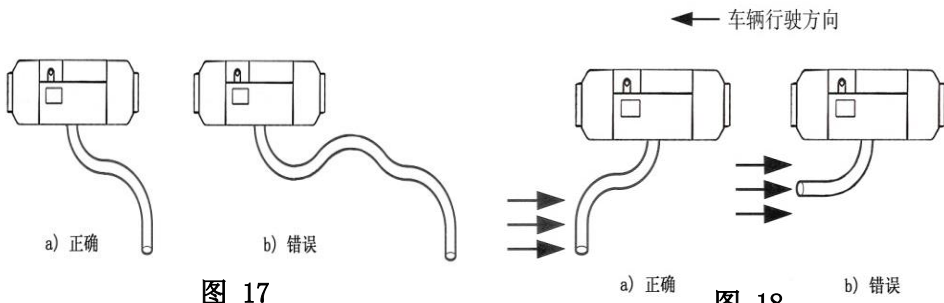

图 17
5.5.3 进气管和排气管，从加热器向车外，应采用向下的走向(图 17)，否则，应在管路的最低点开一个 $\Phi 4\text{mm}$ 的冷凝水排泄孔。如需弯曲时，管路的弯曲半径不能小于 50mm 。并且，每个管的所有弯曲角度之和不能超过 270° 。